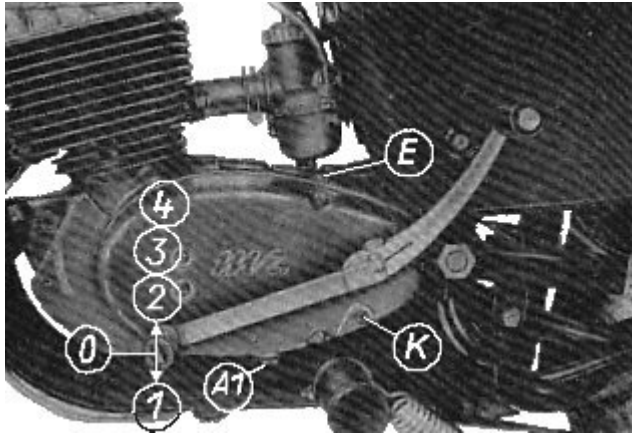

Bild 9. Fußschalthebel der TS 125 und TS 150
Erstmalig nach etwa 500 Fahrkilometern und dann nach jeweils 20000 Fahrkilometern ist das Getriebschmiermittel zu erneuern. Dazu muß der Motor richtig warm gefahren sein, damit auch Abrieb und Ölschlamm mit ablaufen. Abgelassen wird bei der TS 250/1 nach dem Entfernen der Schraube rechts außen am Getriebegehäuse (1). Diese hat einen Magnetstopfen, um metallischen Abrieb festhalten zu können. Die mittlere Schraube (2) dient zur Schaltarretierung und darf nicht herausgeschraubt werden. Bild 9 zeigt die Ablasschraube bei der TS 125 und TS 150.